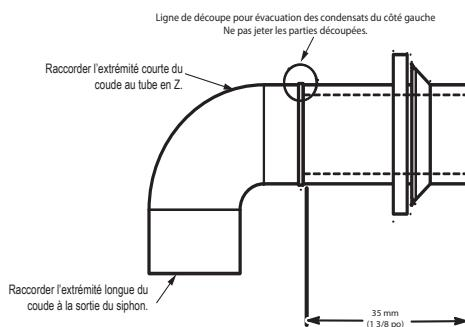

Fig. 17 – Modification du coude d'évacuation en caoutchouc
3. Le tuyau en Z est raccordé au siphon de condensat et à l'extérieur de la chaudière en modifiant le coude d'évacuation préformé en caoutchouc, comme illustré à la Fig. 17.
4. Retirez l'œillet formé du coude d'évacuation en caoutchouc en coupant le coude le long de la ligne verticale qui se trouve à environ 35 mm (1 3/8 po) de l'œillet formé. Voir Fig. 17. NE JETEZ PAS L'ŒILLETT FORMÉ NI LE COUDE EN CAOUTCHOUC. Ces deux pièces seront utilisées ultérieurement.
CONSEILS D'ENTREPRENEURS: Si vous installez la chaudière à l'horizontale, utilisez le coude d'évacuation en entier (autrement dit, ne le coupez PAS de la manière indiquée à la Fig. 17) pour raccorder le siphon à la conduite d'évacuation. Vous empêcherez ainsi que des secousses et des chocs sur la conduite d'évacuation n'endommagent le siphon de la chaudière. Évitez tout mauvais alignement de la conduite d'évacuation, car cela pourrait causer des pliures dans le coude.